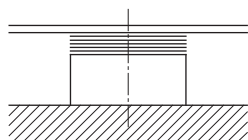
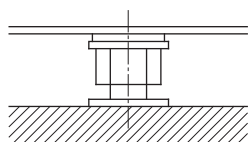

Fig. 6: Anilhas de compensação na superfície da placa de fundação
Fig. 7: Parafusos de nivelamento na superfície da placa de fundação
- Colocar anilhas de compensação (aprox. 20–25 mm de espessura) em cada furo de parafuso na superfície da placa de fundação (ver Fig. 6). Em alternativa, também podem ser utilizados parafusos de nivelamento (ver Fig. 7).